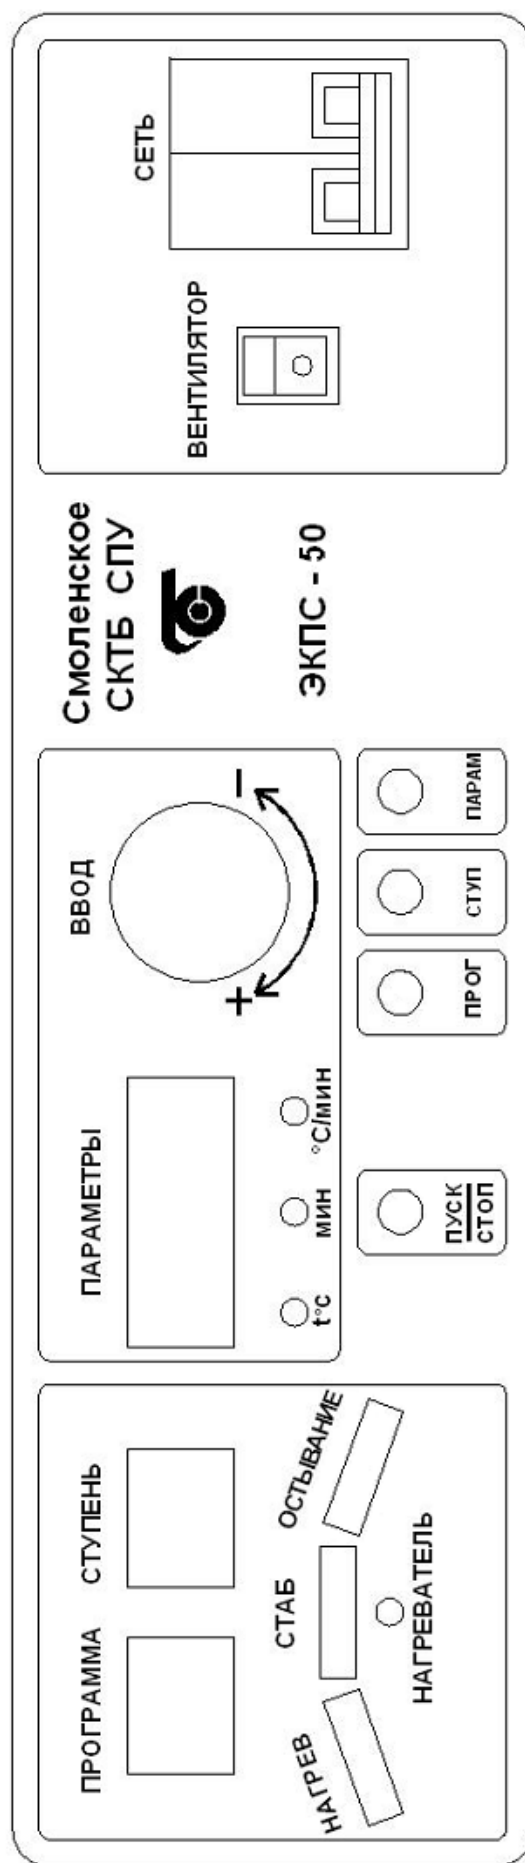

Рис. 3 – Лицевая панель электропечи с multifunctional блоком МКУ
8.3.3 Включить выключатель «СЕТЬ» на лицевой панели электропечи (рис. 3), при этом на цифровом индикаторе «Программа» загорится номер 1 программы, на цифровых индикаторах «Степень» загорится 1 ступень, на индикаторах «Параметры» значение заданной температуры на 1 ступени и светодиодный индикатор «t °С». Цифровые индикаторы «Программа» включены в мигающем режиме – регулятор находится в режиме «ВВОД».